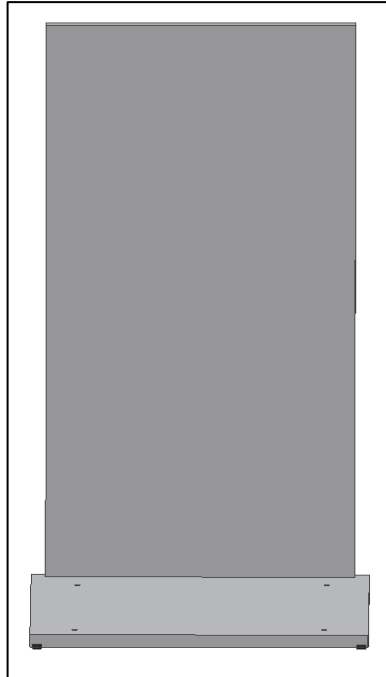

Fig. 3
- Fixer **le panneau arrière** au panneau du fond et serrer (Fig.3).